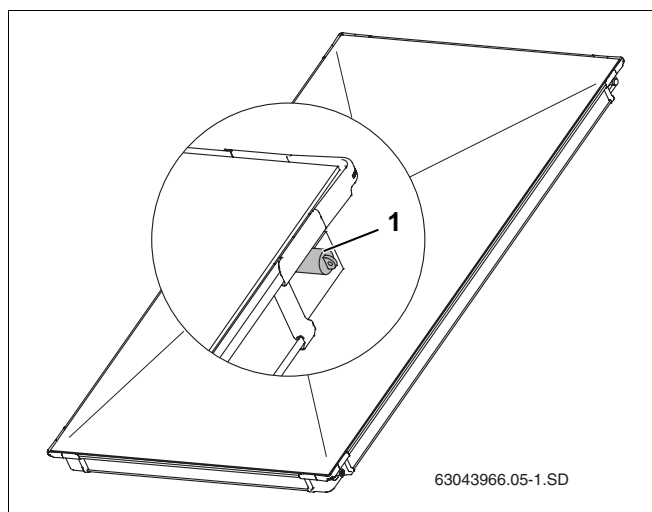

Bild 5 Gummiskydd på solpanelsanslutningar
- ▶ Avlägsna inte gummiskydden (bild 5, pos. 1) förrän strax före monteringen.